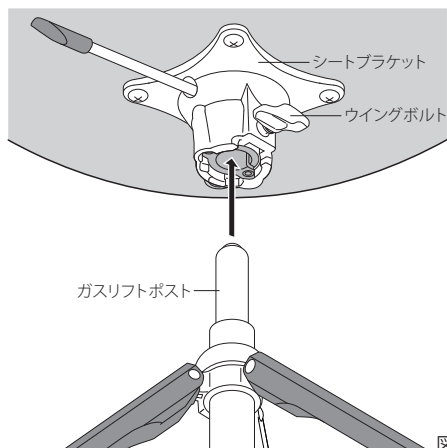

図2
2. 両方の手でシートを持ち、シートブラケットにガスリフトポストをしっかりと挿入し、シートブラケットのウイングボルトを締め付けます (図2)。